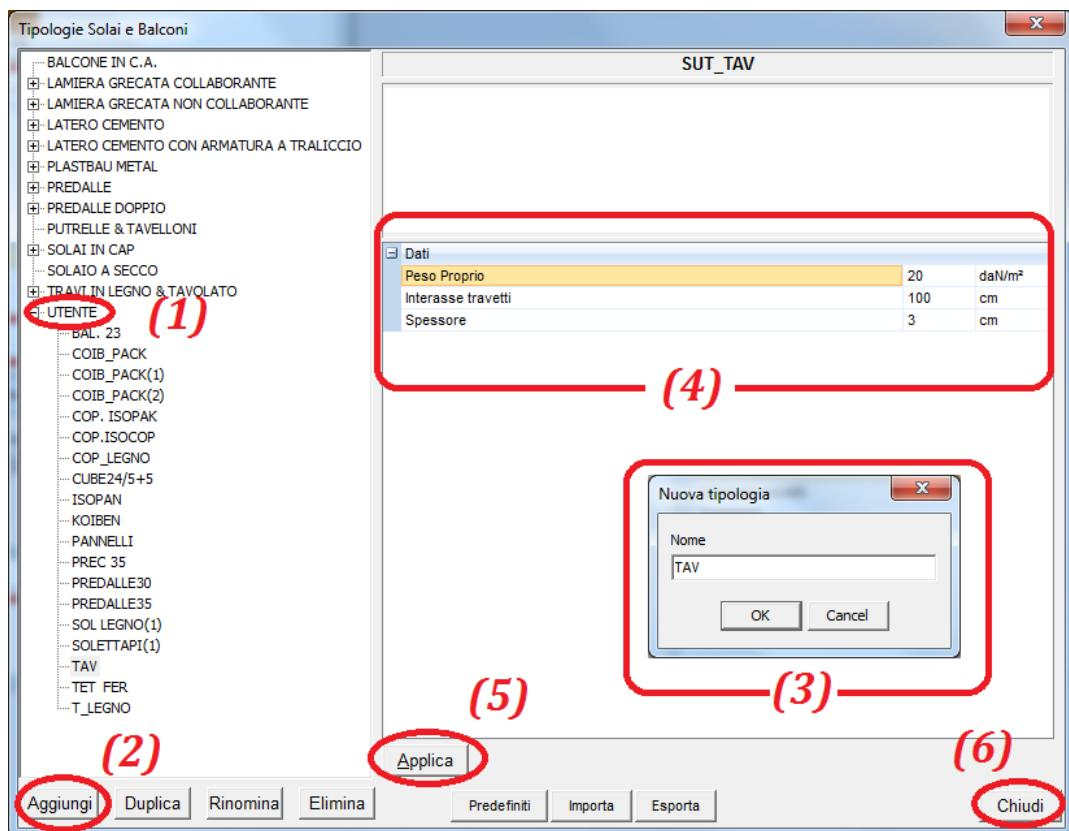

Figura 7
Con riferimento alla figura 7, all’interno della lista dei solai impiegabili, selezionare il tipo ‘Utente’ (1) e, contestualmente, cliccare sul tasto ‘Aggiungi’ (2). Nella finestra ‘Nuova Tipologia’ (3), all’interno del campo nome inserire TAV per indicare che si tratterà di un semplice assito e cliccare su ‘OK’ per salvare il nome e chiudere la finestra.
Impostare (4) i parametri richiesti per il solaio scelto per come riportati nella figura 7 inserendo, semplicemente, per il parametro ‘Peso Proprio’ il valore 20 daN/m² (il parametro ‘Interasse travetti’ non è, in questo caso, necessario mentre il parametro ‘spessore’ ha valenza esclusivamente grafica) e cliccare sul tasto ‘Applica’ (5) per salvare le modifiche e di seguito sul tasto ‘OK’ (6) per chiudere l’ambiente ‘Tipologie solai e balconi’.